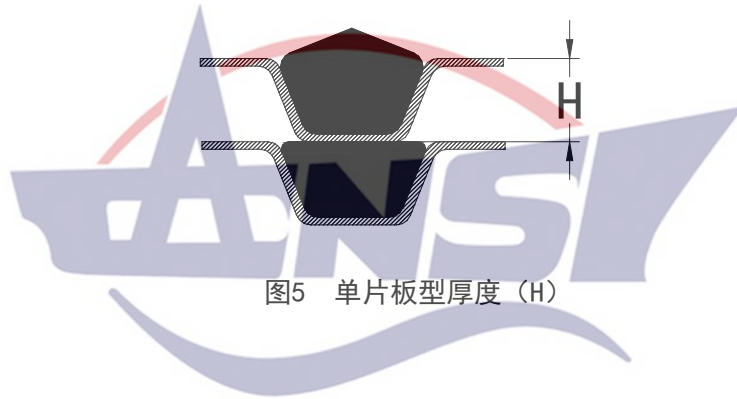

图5 单片板型厚度(H)
6.1 板式换热器单片板型厚度(H)如图5所示。板式换热器两端压紧后的板间束紧间距值(A)为单片板型厚度(H)乘以板片数量。如果在安装或使用过程中的板间束紧间距值(A)已小于最小值，板片会产生永久变形，将完全改变板片的工作。